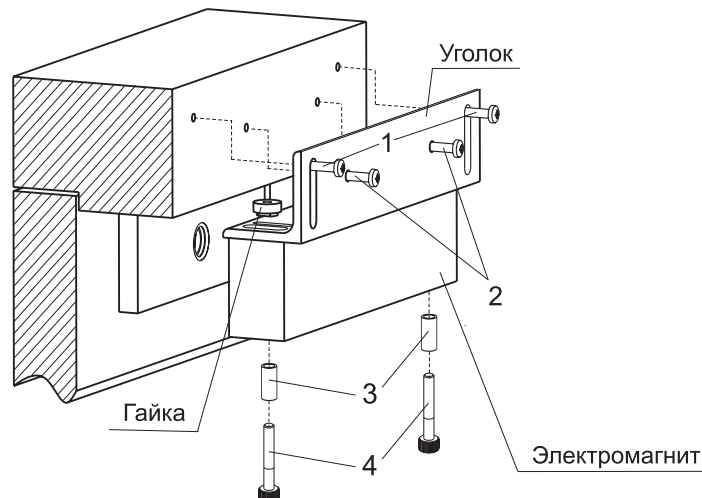

Рисунок 2 – Схема установки замка на уголок
3. Закрепите уголок на дверную коробку шурупами поз. 1 (рисунок 2), предварительно обеспечивая подвижность уголка для дальнейшей регулировки.